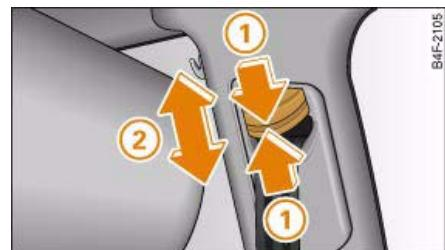

Fig. 177 Ajuste de la altura de los cinturones delanteros (dispositivo-guía)
- Desplace el dispositivo-guía hacia **arriba** ⇒ página 173, fig. 177 ②, o bien
- **comprima** la tecla ① y **desplace** el dispositivo-guía hacia **abajo** ②.